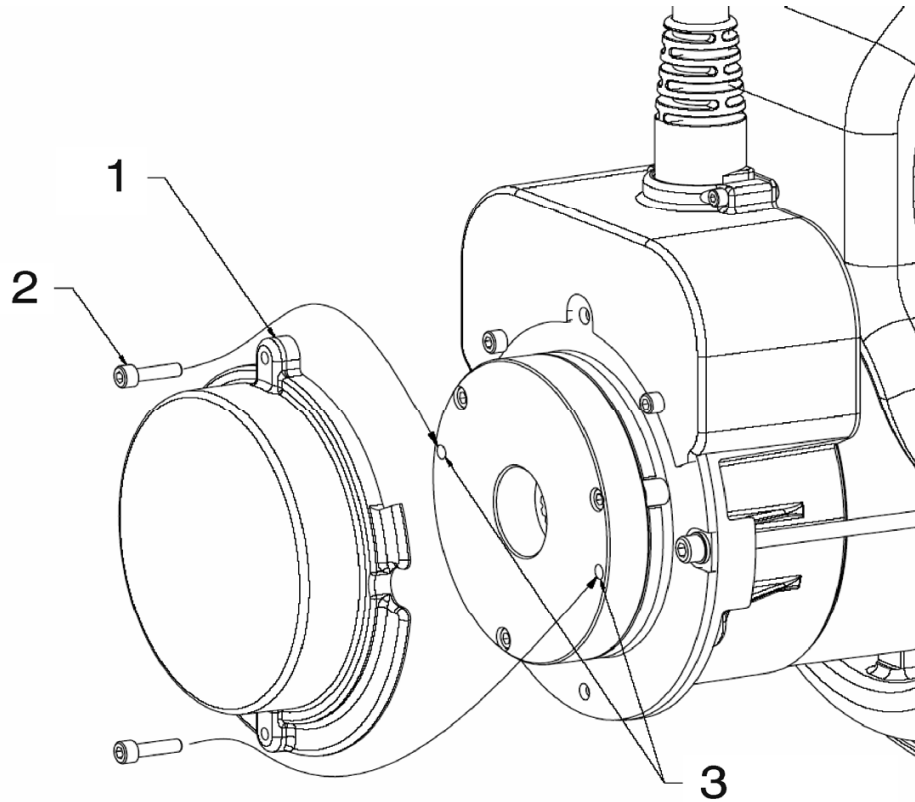

Abbildung 3-12. Manuelles Ausrücken
3. Entfernen Sie die zwei **Abdeckungsbolzen (2)** und die **Bremsenabdeckung (1)**.
4. Die **Abdeckungsbolzen (2)** in die **beiden Ausrücköffnungen im Bremsengehäuse (3)** einführen; siehe Leg.nr. 3 in Abbildung 3-12., Manuelles Ausrücken.
5. Die **Abdeckungsbolzen (2)** festziehen, woraufhin sich die Bremse an diesem Fahrtmotor löst.
7. Nach erfolgtem Abschleppen die Räder durch Unterlegkeile blockieren und die **Abdeckungsbolzen (2)** von den **Ausrücköffnungen (3)** entfernen.
8. Die **Bremsenabdeckung (1)** wieder anbringen.